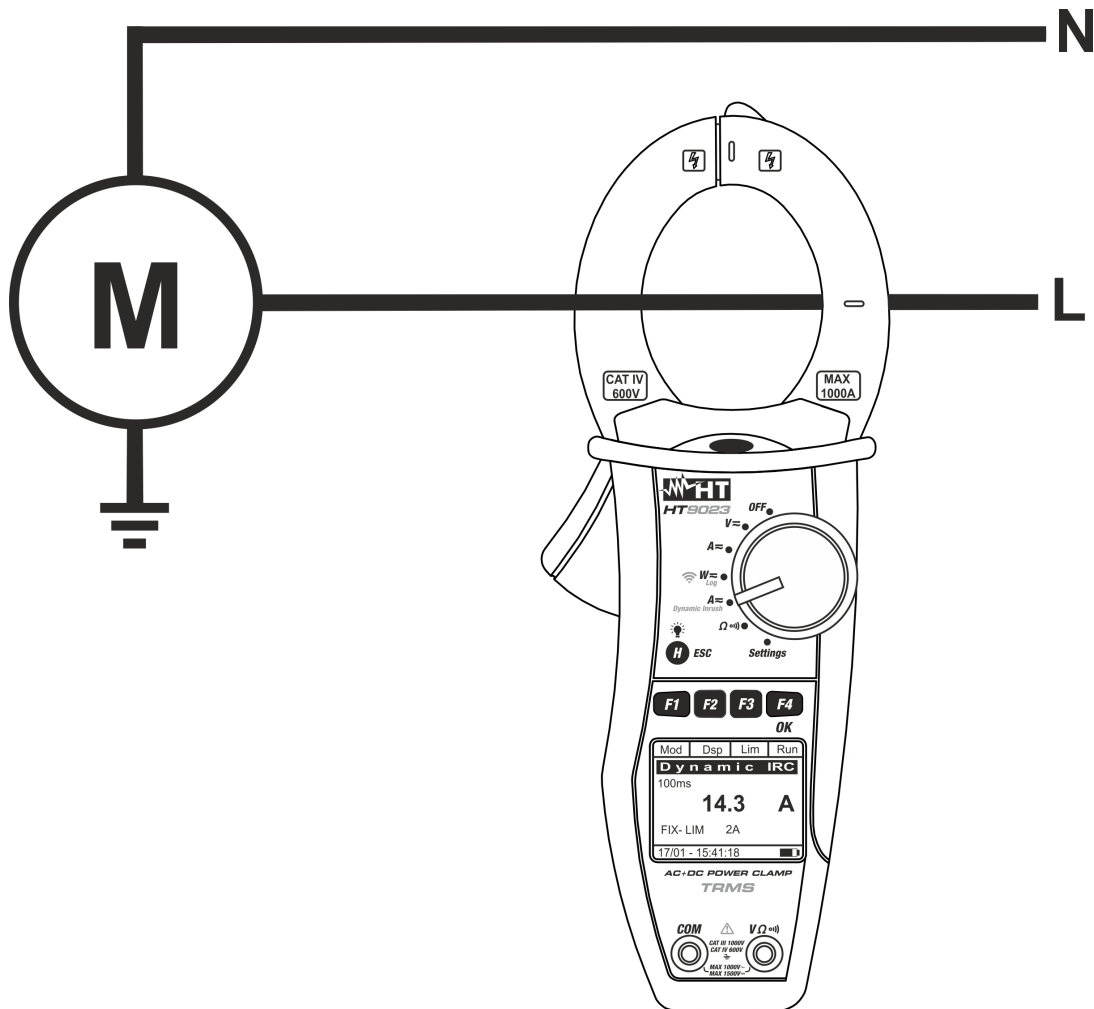

Fig. 11: Medida corriente de arranque
7. Inserte el cable en el interior del toroidal en el centro del mismo a fin de obtener medidas precisas (vea Fig. 11). Utilice las marcas presentes como referencia (vea Fig. 2)